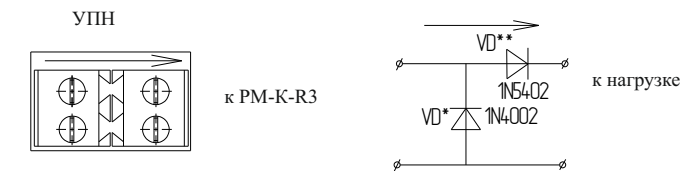

Рисунок 2
5.4 УПН состоит из диодов, установленных на плату с клеммными колодками (рисунок 2).
В состоянии ВЫКЛ контроль осуществляется через диод VD\* УПН (рисунок 2);